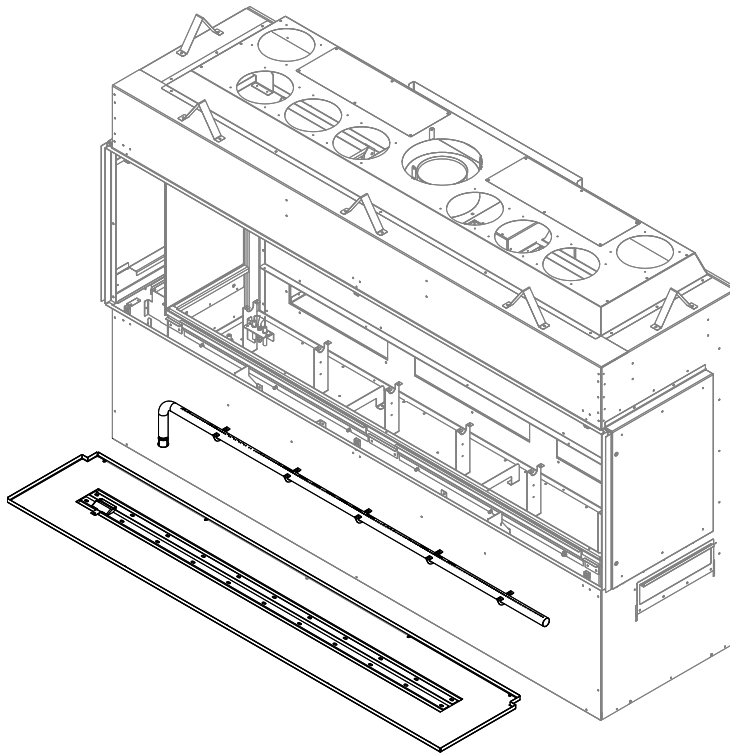

Figure 7.11 - Retrait du plateau à braises du brûleur et du tube de brûleur
3. Pour réinstaller, inversez les étapes ci-dessus. Voir la Figure 7.11.